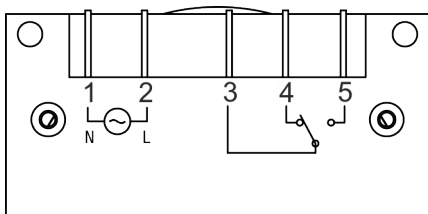

Abb. 4: Anschlussplan Aktor (Empfänger)
- Die Anschlusslaschen (Flach DIN 6,3) anhand des Anschlussplans (Abb. 4) in den entsprechenden Kabelschuh einführen.